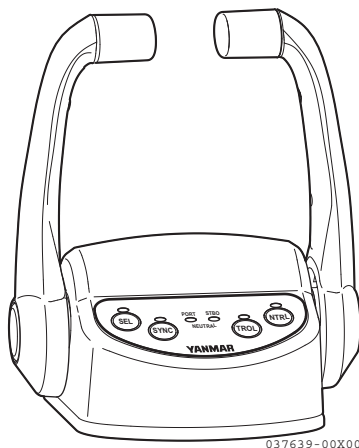
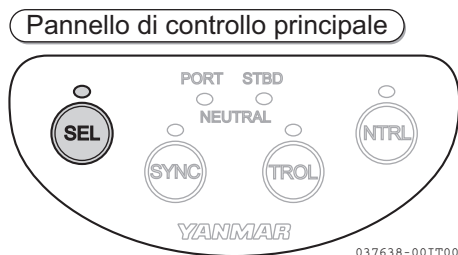

Figura 9
Figura 10
- La spia del quadro interruttori si accende e la spia SEL del controllo marcia (**Figura 9**) si accende o inizia a lampeggiare (**Figura 10**).